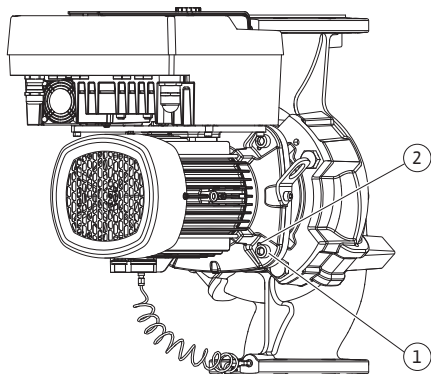

Fig. 10: Aftrykning af indstikssættet via gevindhuller
5. Tryk indstikssættet (se Fig. 4) af pumpehuset. Brug her de to gevindhuller (se Fig. 10). For at løsne fastgørelsen kan du skrue skrue M10 med en dertil egnet længde ind i gevindhullerne.
5. Løsn differenstryktransmitterens holdeplade (Fig. I, pos. 13) fra motorflangen ved at løsne skruen (Fig. I og Fig. III, pos. 10). Lad differenstryktransmitteren (Fig. I, pos. 8) med holdepladen (Fig. I, pos. 13) hænge i trykmålingsledningerne (Fig. I, pos. 7). Fjern i givet fald differenstryktransmitterens tilslutningskabel i elektronikmodulet.
6. Tryk indstikssættet (se Fig. 4) af pumpehuset. Brug her de to gevindhuller (se Fig. 10). For at løsne fastgørelsen kan du skru skruer M10 med en dertil egnet længde ind i gevindhullerne.
8. Løsn de to umistelige skruer på beskyttelsespladen (Fig. I, pos. 27), og fjern beskyttelsespladen.
9. Før en gaffelnøgle med nøglevidde 18, 22 eller 27 mm ind i lanternevinduet, og hold akslen fast med nøglefladerne (Fig. I, pos. 16). Skru pumpehjulsmøtrikken (Fig. I, pos. 21) ud. Pumpehjulet (Fig. I, pos. 21) trækkes automatisk af akslen. Ved pumpehjul af støbejern skal du bruge en aftrækker.
10. Alt efter pumpetype skal du løsne skruerne (Fig. II, pos. 10 a) eller (Fig. II, pos. 10 b).
11. Løsn lanternen fra motorcentreringen ved hjælp af toarmet aftrækker (universalaftrækker), og træk den af akslen. Akseltætningen (Fig. I, pos. 25) følger med. Undgå at få lanternen til at sidde skævt.
12. Hvis akseltætningen er blevet beskadiget, skal akseltætningens kontraring (Fig. I, pos. 26) trykkes ud af dens placering i lanternen. Sæt en ny kontraring i lanternen.